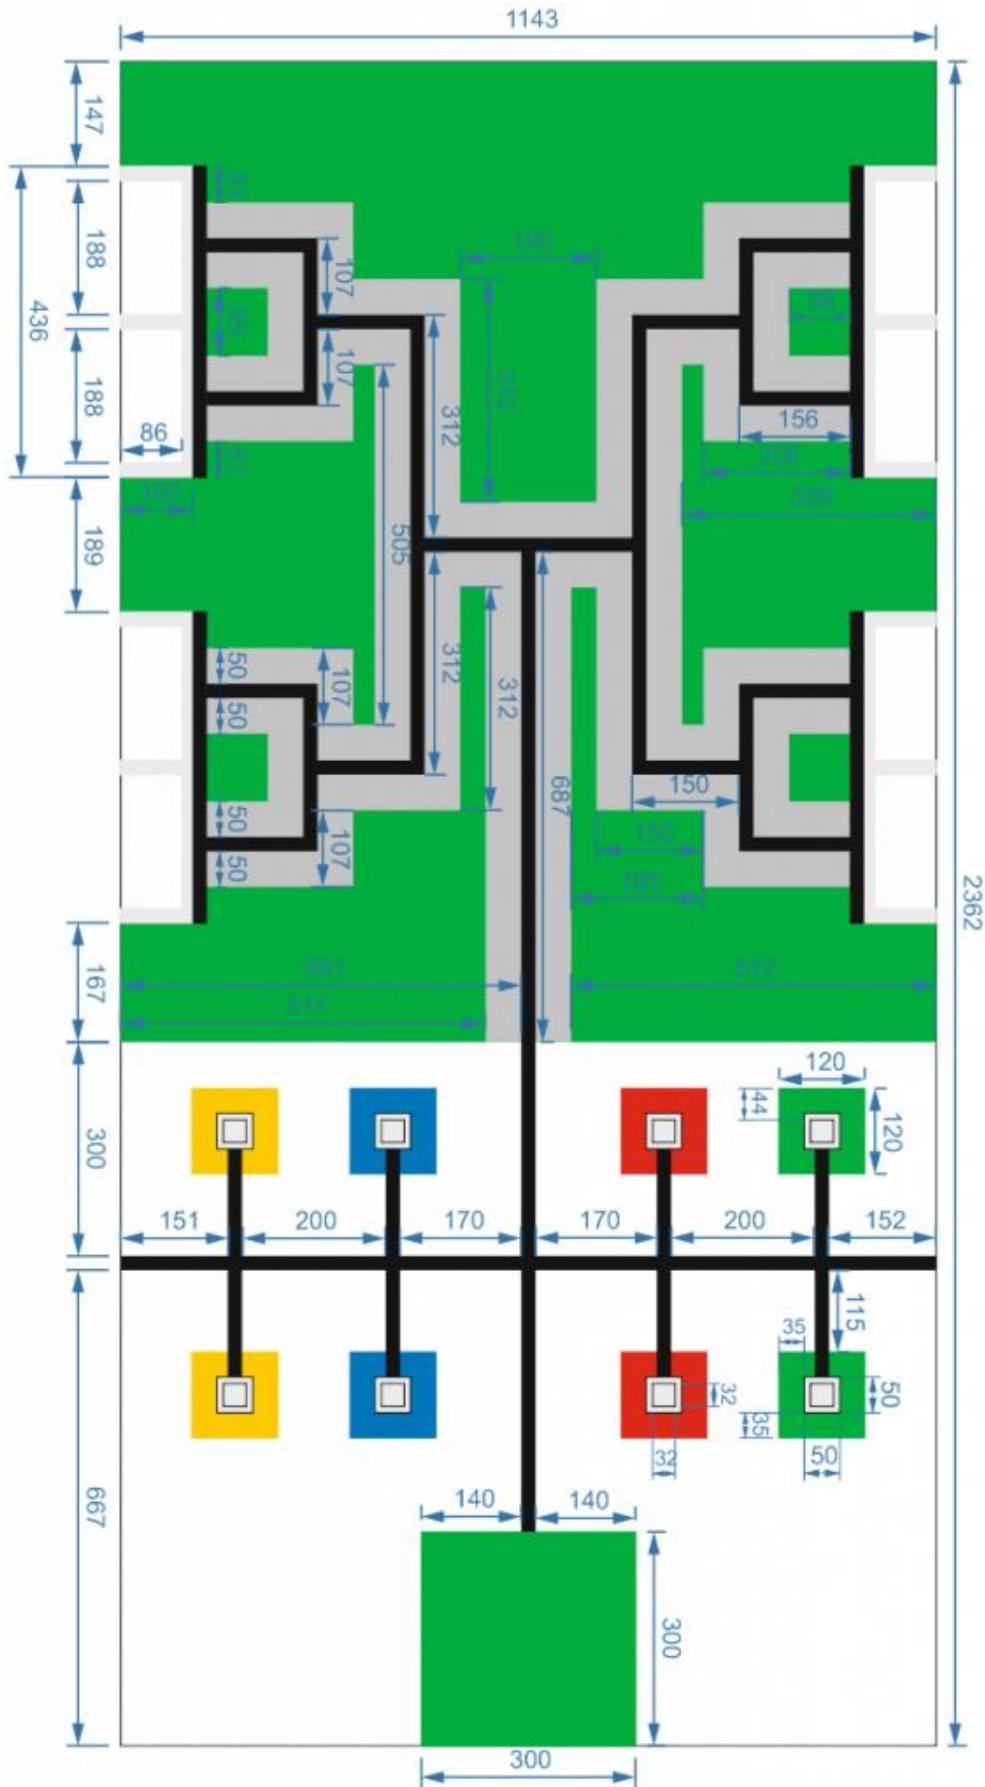

Рис. 10. Разметка поля
5.1 Разметка наносится на поле в соответствии с рис. 10.